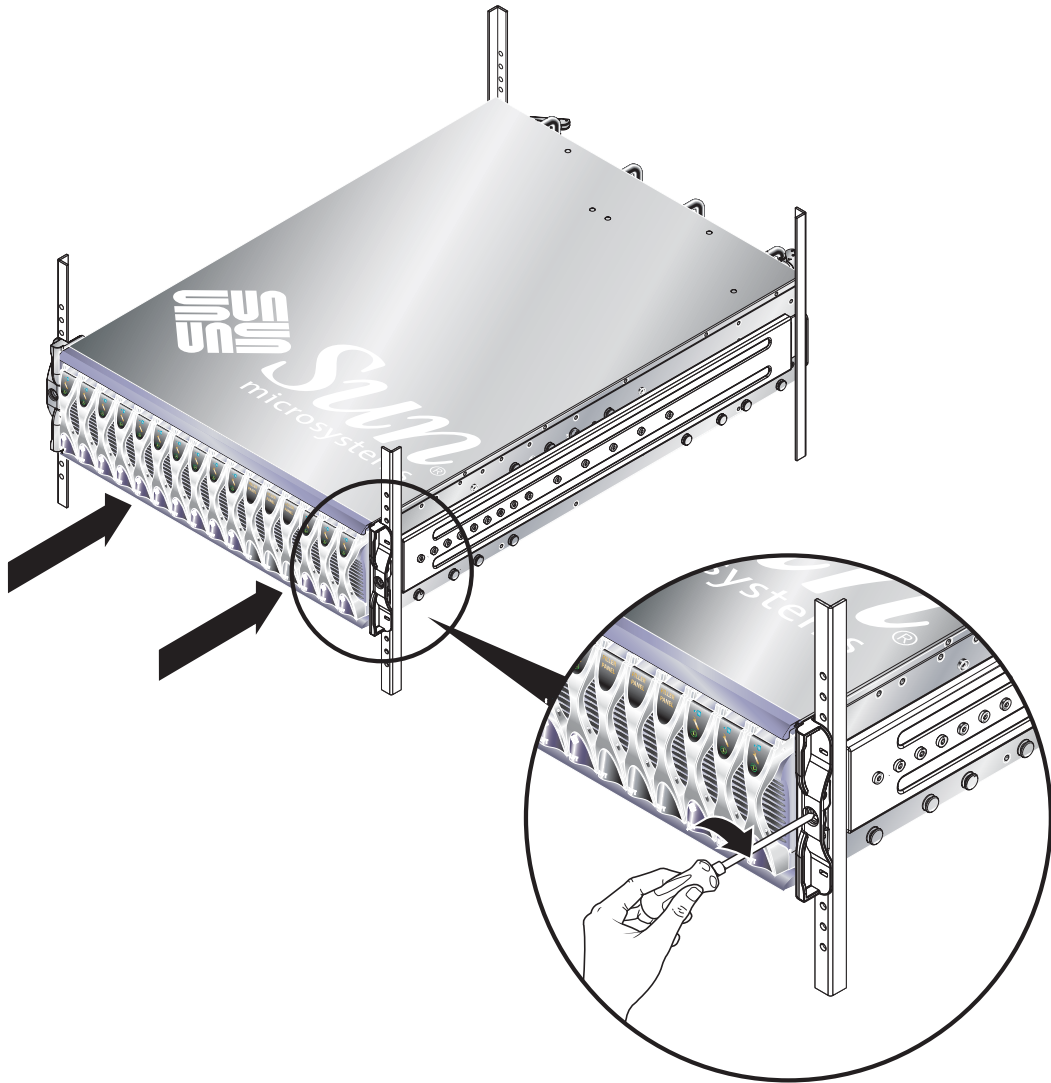

**FIGURE 3-7** Retrait de la poignée de levage amovible (armoire 19" à quatre colonnes)
**6. Faites glisser le châssis dans l'armoire (FIGURE 3-7).**
**7. Retirez la poignée amovible avant (FIGURE 3-7).**